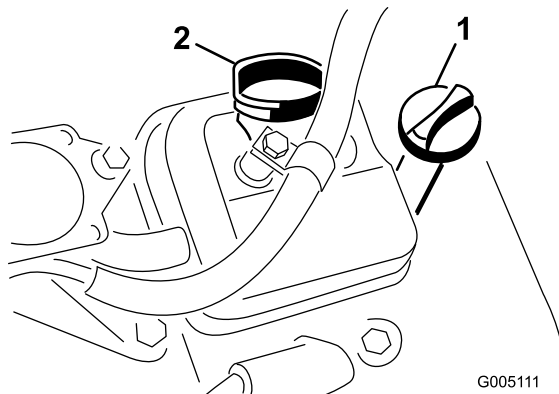

図 18
2. ディップスティックを抜き、ウェスで一度きれいに拭く。ディップスティックを、チューブの根元までもう一度しっかりと差し込む（図 18）。